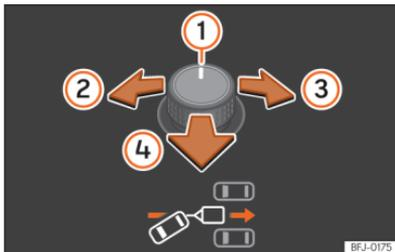
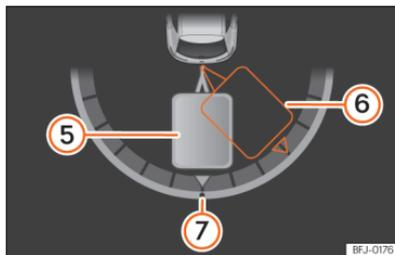

Abb. 173 Drehknopf für die Außenspiegel-Ausrichtung des Anhängers einstellen.
Abb. 174 Bildschirm des Kombi-Instruments: Rückwärtsfahren.
Legende zu »» (Abb. 173) , »» (Abb. 174):
- Drehknopf kippen, bis die gewünschte Richtung erreicht ist »» (Abb. 173). Am Bildschirm des Kombi-Instruments erscheint zur Orientierung eine Darstellung des Gespanns in der aktuellen Position »» (Abb. 174).